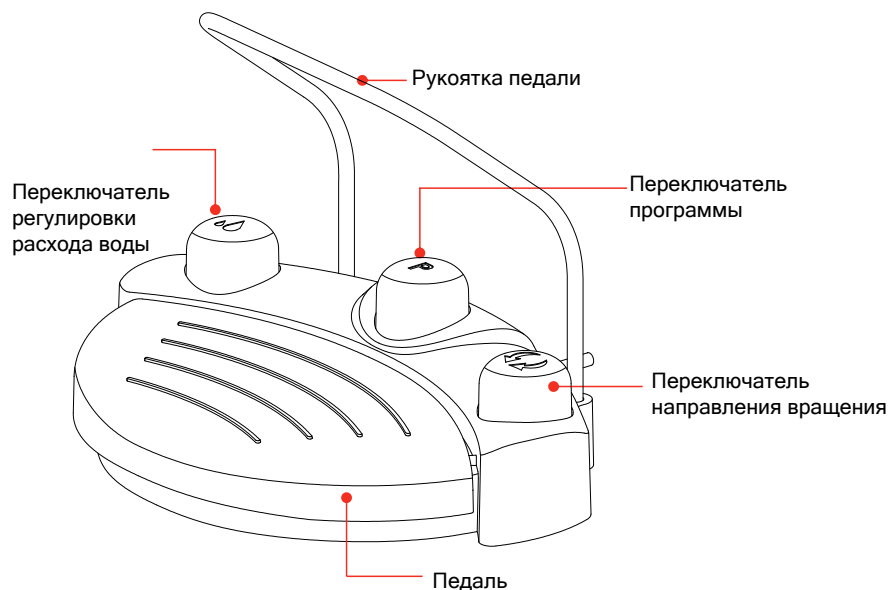

Рисунок 1
3.1. Схема педали ножного управления (рисунок 1)